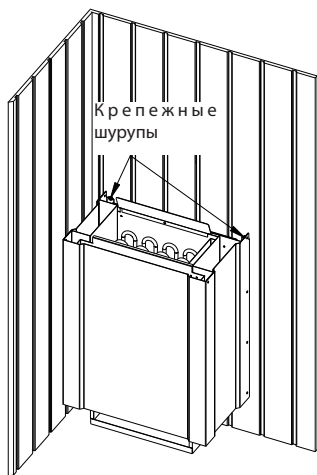

Рис.6
7. Закрепите печь на стене сауны 2-мя шурупами через отверстия на задней верхней части (рис. 6) либо закрепите печь к боковой стене через боковые отверстия (см. рис 7).
Вопреки данным по монтажу датчика в монтажном руководстве вашего регулятора сауны, у этого нагревателя датчик монтируется над нагревателем на стене парной на 5 см ниже потолка. (рис. 6)